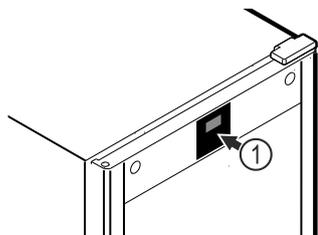

Fig. 51 Représentation à titre d'exemple
Le thermomètre a déjà été étalonné en usine (décalage de +6 Kelvin). Si la température intérieure Fig. 51 (1) diffère de celle affichée, vous pouvez étalonner le thermomètre.